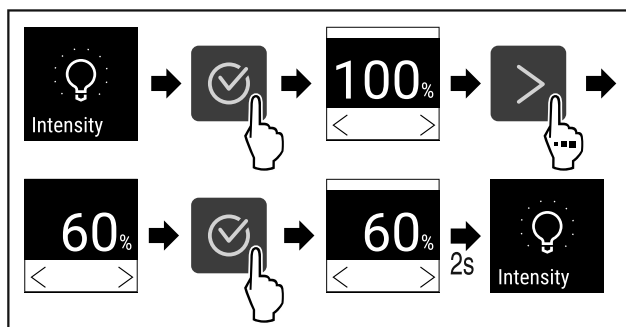

Fig. 89
- ▶ Végezze el a gyakorlati lépéseket (lásd Fig. 89).